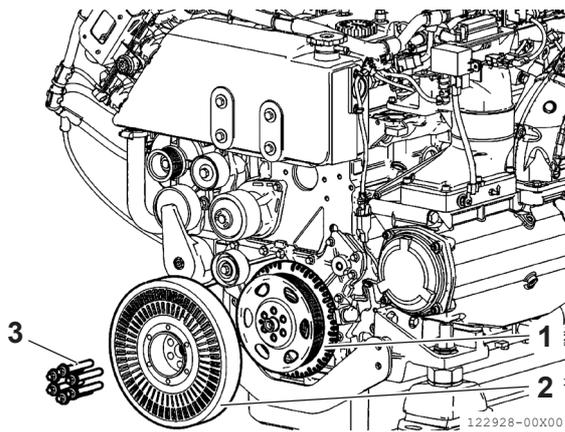

Abbildung 22
2. Lösen Sie die Schrauben (**Abbildung 22, [3]**) und entfernen Sie das Dämpferschwungrad (**Abbildung 22, [2]**) von der Riemenscheibe (**Abbildung 22, [1]**). Der Arretiermechanismus für das Motorschwungrad erleichtert das Entfernen des an der Riemenscheibe (**Abbildung 22, [2]**) montierten Dämpferschwungrads (**Abbildung 22, [1]**). Ersetzen Sie das Dämpferschwungrad (**Abbildung 22, [2]**) durch ein neues. Bringen Sie die Befestigungsschrauben (**Abbildung 22, [3]**) an und ziehen Sie die Schrauben mit dem angegebenen Drehmoment fest.
Dämpferschwungrad (6 Schrauben M12 × 1,25 × 78,5) (Abbildung 22, [3])	1. Voranzug mit Drehmomentschlüssel 50 ± 5 Nm 2. Anzugswinkel 90°